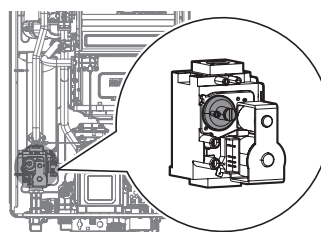

Figure 10. Emplacement de la vis de réglage
- c. Ouvrez entièrement une installation d'eau chaude et réglez le chauffe-eau pour qu'il fonctionne en mode MIN 1 étape (reportez-vous à « Réglage du mode de fonctionnement » à la page 128). Mesurez la valeur de correction à la puissance minimale d'utilisation et comparez-la aux valeurs indiquées dans le tableau 3. Si la valeur de correction ne correspond pas à la plage indiquée, la vis de réglage de la soupape à gaz doit être ajustée. Si un ajustement est requis, trouvez la vis de réglage, comme cela est indiqué à la Figure 10. À l'aide d'une clé Allen de 4 mm ($\frac{5}{32}$ po) tournez la vis de réglage de $\frac{1}{4}$ de tour au maximum, dans le sens horaire pour augmenter la valeur de correction ou dans le sens antihoraire pour la diminuer.